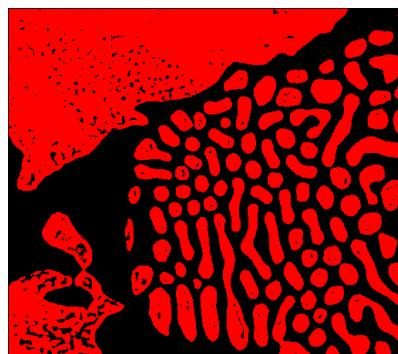

図3-3 2値化により粒子と背景を分離する
5. **OK**をクリックして2値化を適用して、このステップをスクリプトに追加します。図3-3は、バイナリ画像を示しています。処理用に選択したピクセルは、赤で表示されます。選択されていないピクセルは、黒で表示されます。